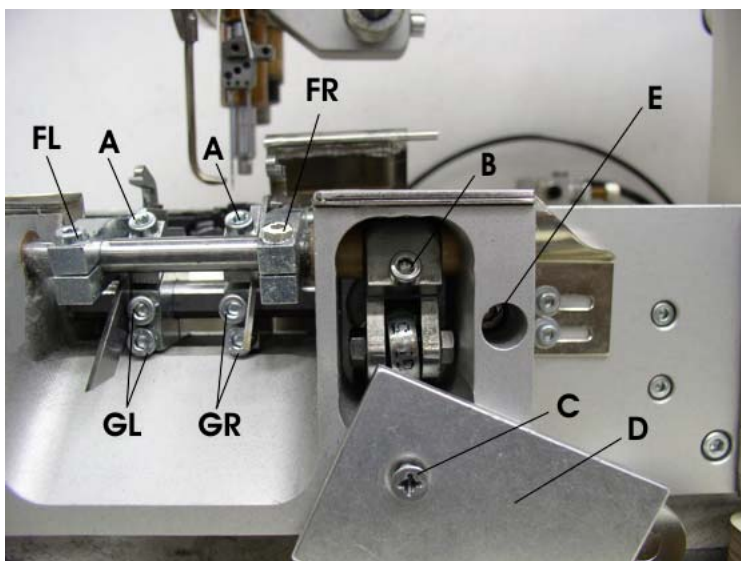
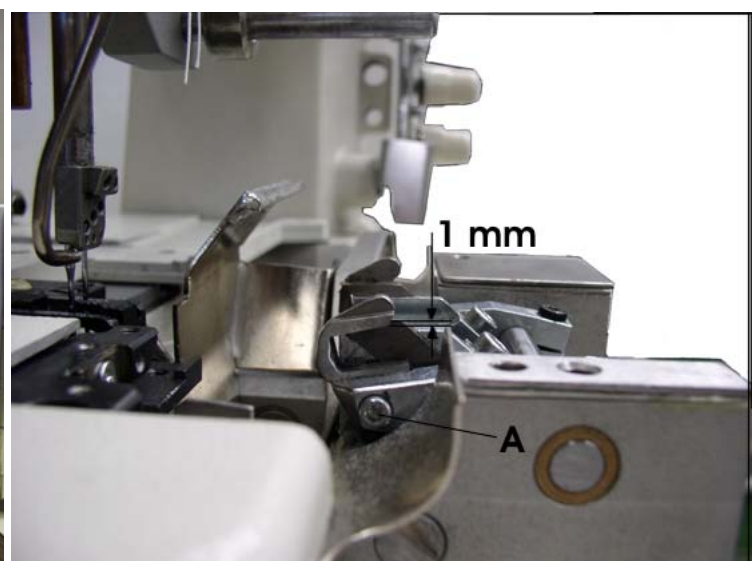
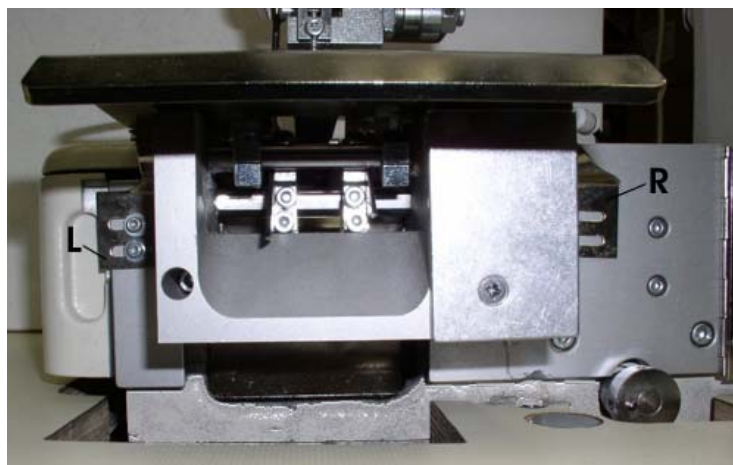

Fig. 4
Fig. 5
Fig. 6
2. Tighten the lower knives with clamp screws (A, Fig. 4) only very slightly in the lower knife holders.
6. Tighten screws (A, Fig. 4) securely.
1. Loosen fastening screw (E, Fig. 4) for lower knife holder shaft. The fastening screw (E) is accessible after loosening screw (C) and swinging out cover plate (D).
3. Retighten screw (E, Fig. 4) securely.
4. Swing in cover plate (D, Fig. 4) and retighten screw (C).
2. Ziehen Sie die Untermesser mit den Klemmschrauben (A, Fig. 4) in den Untermesserhaltern nur ganz leicht fest.
6. Ziehen Sie die Schrauben (A, Fig. 4) gut an.
1. L sen Sie die Befestigungsschraube (E, Fig. 4) f r die Untermesserhalterachse. Die Befestigungsschraube (E) ist nach l sen der Schraube (C) und Abschwenken des Abdeckbleches (D) zug nglich.
3. Ziehen Sie die Schraube (E, Fig. 4) wieder gut an.
4. Schwenken Sie das Abdeckblech (D, Fig. 4) wieder ein. Ziehen Sie die Schraube (C) wieder an.
Before adjusting the upper knives make sure, that the upper knife holder drive shaft does not have any end play and the upper knife fastening screws (A, Fig. 5) and screw (B, Fig. 4) in the clamp are tightened securely. Screw (B) is accessible after loosening screw (C) and swinging out cover plate (D).
The upper knives must fit close to the lower knives, there should not be any light slit on the contact surfaces between upper and lower knife. For adjustment loosen clamp screws (FL and FR, Fig. 4) in the upper knife holders and press the upper knives slightly against the lower knives. Retighten clamp screws (FL and FR) and make sure, that the left and right upper knife holder align with each other and have the same position.
Rotate pulley until the upper knives are in down position. In this position the cutting edges of the upper knives should overlap the cutting edges of the lower knives by 1 mm (.040 in.) (see Fig. 5). For adjustment loosen screw (B, Fig. 4) in the clamp and turn upper knife holder drive shaft with upper knife holders accordingly. Retighten screw (B, Fig. 4).
Bevor Sie die Obermesser einstellen überzeugen Sie sich, daß die Obermesserhalter-Antriebswelle kein Spiel hat und die Befestigungsschrauben (A, Fig. 5) der Obermesser, sowie die Schraube (B, Fig. 4) in der Klemme gut angezogen sind. Die Schraube (B) ist nach Lösen der Schraube (C) und Abschnwenken des Abdeckbleches (D) zugänglich.
Die Obermesser müssen an den Untermessern satt anliegen, an den Anlageflächen darf zwischen Ober- und Untermesser kein Lichtspalt zu sehen sein. Zur Einstellung lösen Sie die Klemmschrauben (FL und FR, Fig. 4) in den Obermesserhaltern und drücken die Obermesser leicht gegen die Untermesser. Ziehen Sie die Klemmschrauben (FL und FR) wieder an, beachten Sie, daß der linke und rechte Obermesserhalter zueinander ausgerichtet in gleicher Position stehen.
Drehen Sie am Handrad bis die Obermesser in der untersten Stellung sind. In dieser Stellung sollen die Schneiden der Obermesser die Schneiden der Untermesser um ca. 1 mm überlappen (siehe Fig. 5). Zur Einstellung lösen Sie die Schraube (B, Fig. 4) in der Klemme und drehen Sie die Obermesserhalter-Antriebswelle mit den Obermesserhalten entsprechend. Ziehen Sie die Schraube (B, Fig. 4) wieder an.
5. Loosen the two fastening screws (GR, Fig. 4) in the right lower knife holder, the clamp screw (FR, Fig. 4) in the right upper knife holder, as well as the screws for the deflector plates (L and R, Fig. 6) left and right.
6. Move the right lower knife holder and the right upper knife holder half of the figured out difference to the left, when the new strip is narrower, or to the right when the new strip is wider. Retighten screws GR, Fig. 4) and clamp screw (FR, Fig. 4).
7. Loosen the two fastening screws (GL, Fig. 4) in the left lower knife holder and the clamp screw (FL, Fig. 4) in the left upper knife holder.
8. Move the left lower knife holder and the left upper knife holder half of the figured out difference to the right, when the new strip is narrower, or to the left when the new strip is wider. Retighten screws (GL, Fig. 4) and clamp screw (FL, Fig. 4).
9. Set the deflector plates (L and R, Fig. 5) as close as possible to the upper knife holders without contacting.
5. Lösen Sie die beiden Befestigungsschrauben (GR, Fig. 4) im rechten Untermesserhalter, die Klemmschraube (FR, Fig. 4) im rechten Obermesserhalter, sowie die Schrauben für die Abgleitbleche (L und R, Fig. 6) links und rechts.
6. Verschieben Sie den rechten Untermesserhalter und den rechten Obermesserhalter um die Hälfte des errechneten Unterschieds nach links, wenn der neue Streifen schmaler ist, oder nach rechts, wenn der neue Streifen breiter ist. Ziehen Sie die Schrauben (GR, Fig. 4) und die Klemmschraube (FR, Fig. 4) wieder an.
7. Lösen Sie die beiden Befestigungsschrauben (GL, Fig. 4) im linken Untermesserhalter und die Klemmschraube im linken Obermesserhalter (FL, Fig. 4).
8. Verschieben Sie den linken Untermesserhalter und den linken Obermesserhalter um die Hälfte des errechneten Unterschieds nach rechts, wenn der neue Streifen schmaler ist, oder nach links, wenn der neue Streifen breiter ist. Ziehen Sie die Schrauben (GL, Fig. 4) und die Klemmschraube (FL, Fig. 4) wieder an.
9. Stellen Sie die Abgleitbleche (L und R, Fig. 5) so dicht wie möglich an die Obermesserhebel, ohne diese zu berühren.